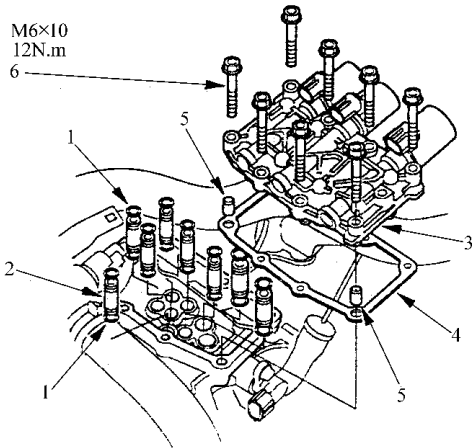

图 5-43 安装控制阀体
7) 如图 5-43 所示，拆卸控制阀体，并将其更换。将 O 形密封圈安装到 ATF 管上，并将它们安装到变速器壳体上。使用新垫圈和定位销，将阀体安装到 ATF 管道上。